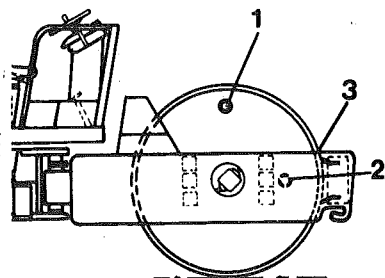

Fig. 55 Sostituzione dell'olio
3 Portare il rullo in piano in modo che il tappo (1) venga a trovarsi in alto ved. fig. 55. Nei modelli di fabbricazione più recente esiste anche un indicatore di livello (3) che deve trovarsi all'altezza del telaio quando il tappo (1) si trova nella posizione superiore.